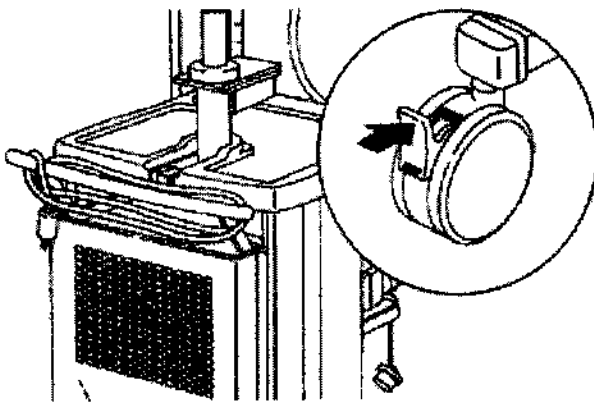

Figura 3.8.1: Desconexión del equipo y trabado de ruedas.
- 2) Desenchufar el cable del carro desde el receptáculo y enroscarlo alrededor de la manija del carro. Luego destrabar las ruedas del carro (ver figura 3.8.1).